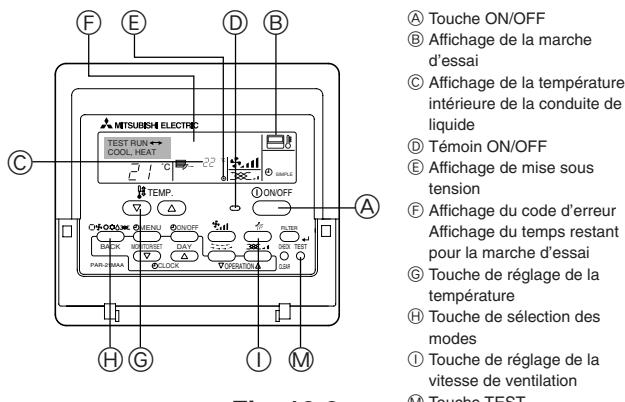

Fig. 10-2
10.3.2. Télécommande filaire (Fig. 10-2)